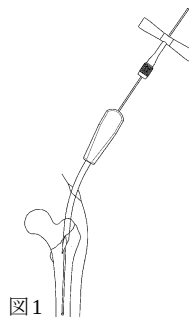

図1
- 骨折部を整復後、中空オウルにて大転子頂部を開創し、T型ガイドワイヤーハンドルにて把持したガイドワイヤーを挿入します。（図1）